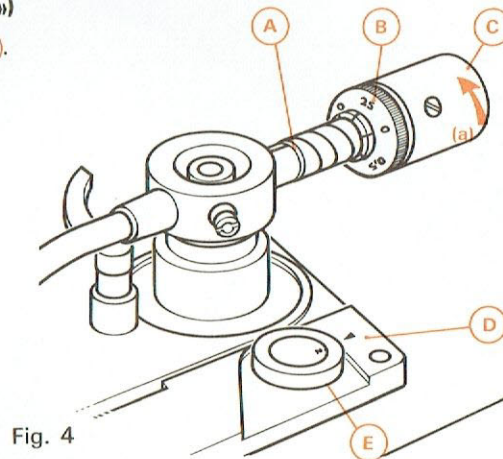

Fig. 4
B. EQUILIBRAGE DU BRAS (Fig. 4)
- 2° - Engager le contrepoids (C) sur l'extrémité libre du bras en le tournant jusqu'à encliquetage.
- 3° - Placer le « 0 » de la commande du réglage de compensation de la force centripète (« antiskating ») (E) en regard du repère fixe (D).
- 6° - Visser ou dévisser le contrepoids (C) pour amener le bras à l'horizontale.
C. REGLAGE COMBINÉ « FORCE D'APPUI ET COMPENSATION DE LA FORCE CENTRIPÈTE » (« ANTISKATING ») (Fig. 4)